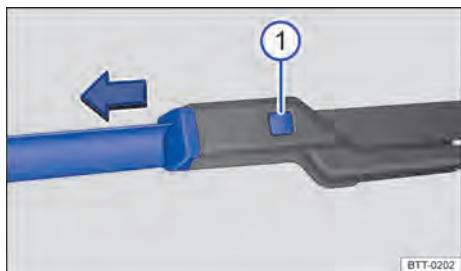

Fig. 138 Substituir as palhetas dos limpadores do para-brisa.
- Manter o botão de destravamento \Rightarrow Fig. 138 ① pressionado e, ao mesmo tempo, puxar a palheta dos limpadores do para-brisa para fora, no sentido da seta.